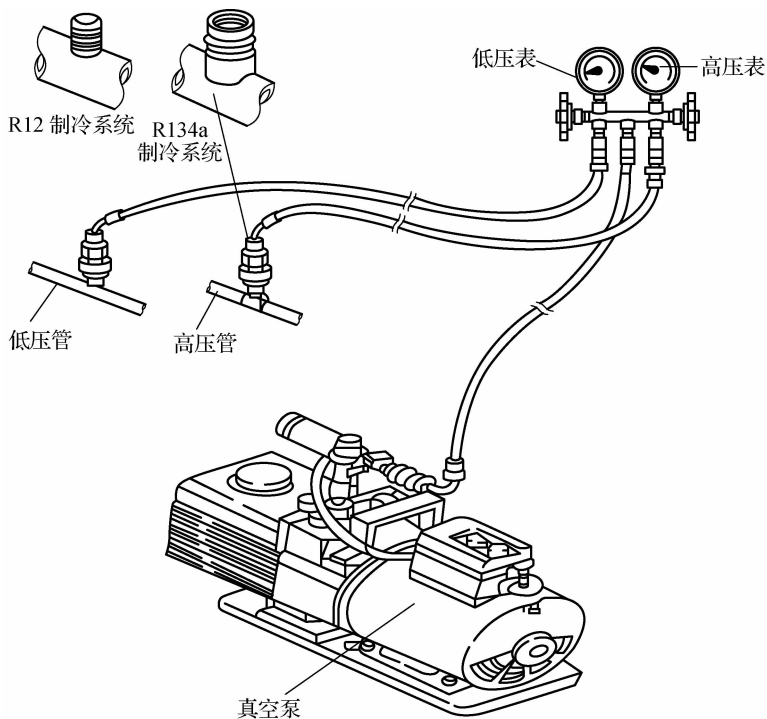

图 1-13 歧管压力表的连接
(4)中间黄色检测软管按需要连接真空泵、制冷剂罐或密封、放空,如图 1-13 所示。